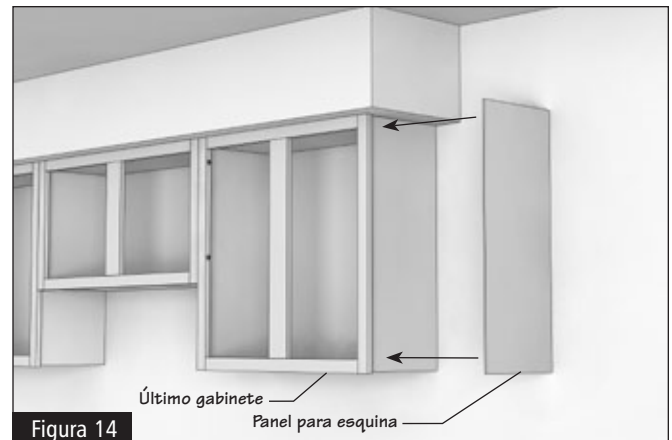

Figura 14
5.1 Si su aplicación utiliza un panel para esquina acabado, primero córtelo a la medida y luego coloque el panel sobre el lateral del gabinete. Esto puede realizarse con un adhesivo de contacto o clavos para acabados de 1/2". (Figura 14)